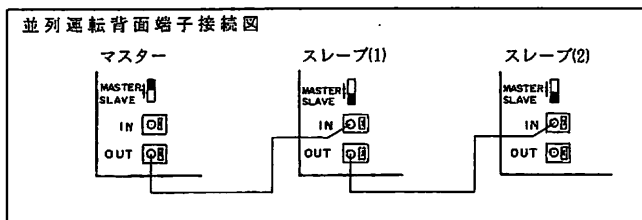

図18
- 3) 主機および従機背面の並列運転用端子（IN/OUT）を図18のように接続します。